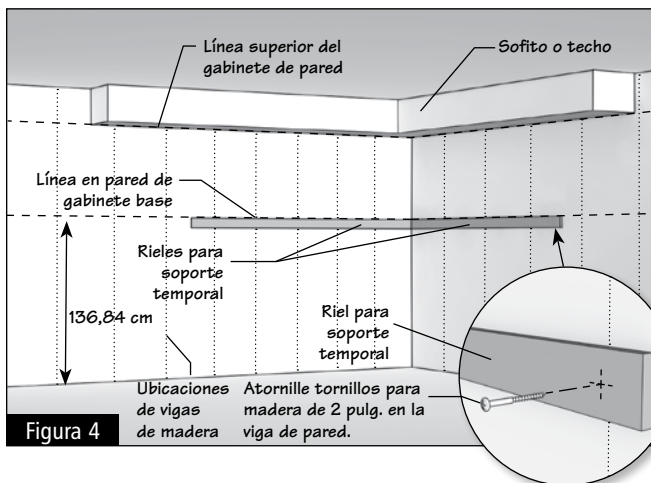

Figura 4
- 1.5** Con los listones para enrasar 1 x 2 o 1 x 3, atornille un riel de soporte en las vigas con tornillos para madera de 2 pulg. por debajo de la línea base que ha dibujado para los gabinetes de madera. Esto proporcionará soporte para los gabinetes de madera y un lugar de apoyo mientras los instala. Asegúrese de que el riel de soporte (en ocasiones, llamado listón o larguero) esté nivelado. (Figura 4)